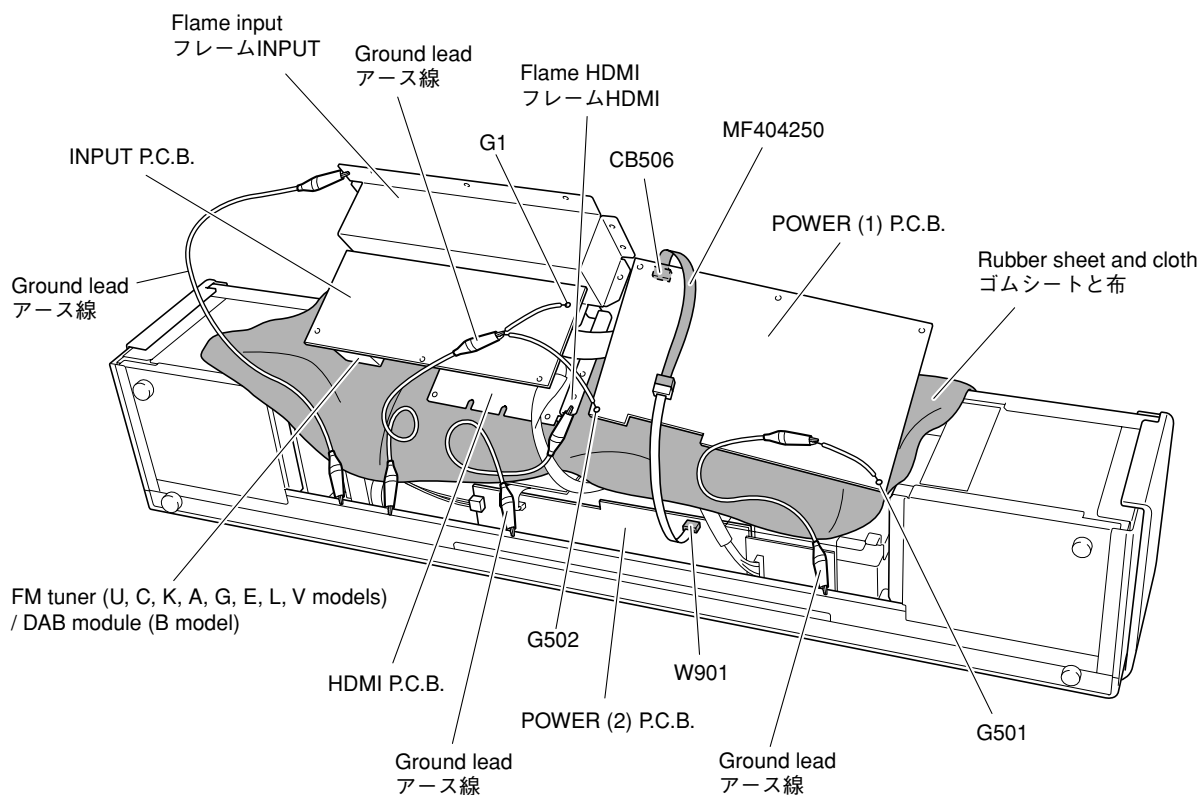

Fig. 6
\* Put the rubber sheet and cloth over the equipment. Then place the P.C.B.s upside down on the cloth and check it. (Fig. 6)
\* In this unit, the ground of P.C.B.s is connected to the panel or chassis. When these P.C.B.s are removed from the panel or chassis, connect the ground point to the panel or chassis, using a ground lead wire or such. (Fig. 6)
- 本機の上にゴムシートと布を敷き、その上にP.C.B.を裏返しに置いてチェックします。(Fig. 6)
- 本機ではP.C.B.のアースがパネルまたはシャーシに接続されています。P.C.B.をパネルまたはシャーシより取り外した場合、リード線等でアースポイントをパネルまたはシャーシに接続してください。(Fig. 6)